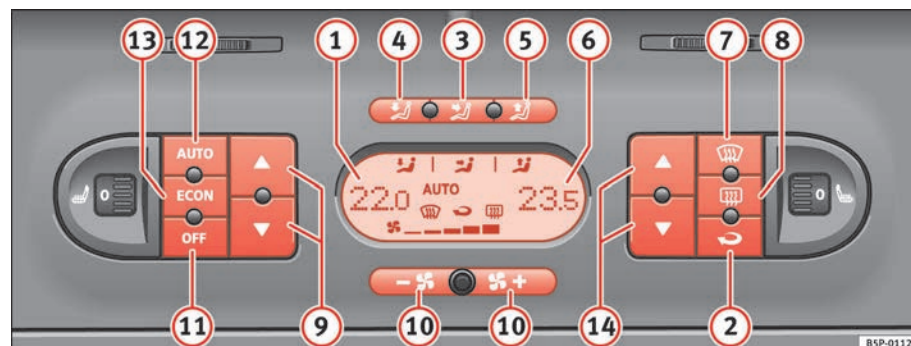

Fig. 130 Sulla plancia portastrumenti: i comandi del Climatronic 2C
- Premere i tasti di regolazione della temperatura ⇒ pag. 162, fig. 130 ⑨ o ⑭ per regolare rispettivamente la temperature della zona sinistra o della zona destra dell'abitacolo.
- Premere il tasto  ⇒ pag. 162, fig. 130. Compare "AUTO" sul display.